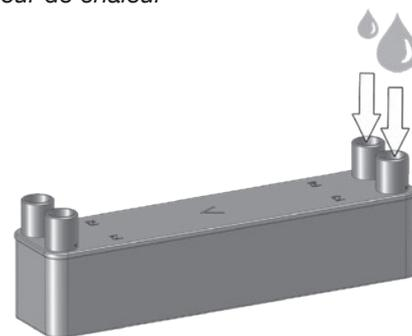

Fig. 5.8: Remplir l'échangeur de chaleur du détartrant
9. Remplir les deux côtés de l'échangeur de chaleur du détartrant (Fig. 5.8).